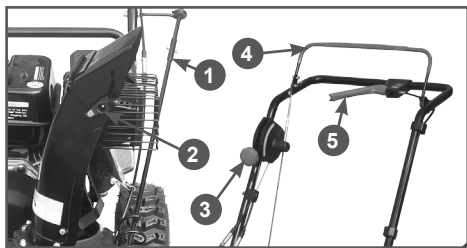

Рис. 9 Рычаги управления
После произведенных регулировок проверьте еще раз работу рычагов привода хода и шнека, а также плавность хода рычага переключения передач (Рис.9).
1. Рычагом (1) Рис.9, установите требуемое направление выброса снега.
2. Ослабьте гайки (2) Рис.9 и установите необходимый угол наклона козырька желоба. Затяните гайки.
3. Рычагом переключения передач (3) Рис.9 установите необходимую скорость движения.
При нажатии на рычаг привода хода (4) Рис.9 начинается движение машины. При нажатии на рычаг (5) включается вращение шнека.
5. Переведите рычаг переключения передач 3 (Рис.9) в положение, соответствующее выбранному направлению и скорости движения машины.
6. Плавно нажмите и удерживайте рычаг 1 (Рис. 9) привода хода и машина начнет движение. Для остановки машины отпустите рычаг привода.
7. Плавно нажмите и удерживайте рычаг 5 (Рис. 9) привода шнека и шнек начнет вращаться. Для остановки шнека отпустите рычаг привода 5.